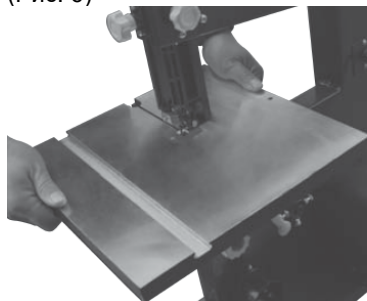

Рис. 6
- Осторожно проденьте полотно в прорезь стола и разместите стол. (Рис. 6)